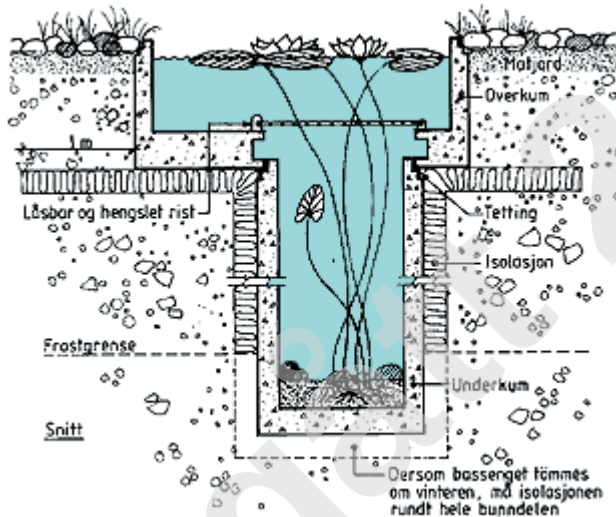

Fig. 557
- 557 **Vannliljedam av kumringer.** Vannliljer tar stor plass. De trenger minst 2 - 3 m² for å få plass til bladene, og dybden i dammen bør være 1-3 m. Det er ikke nødvendig å gjøre hele bassenget like dypt. Med en spesialsveiset duk eller et plasstøpt basseng kan man lage ulike dybder. Ved å bruke en lastfordelingsring som kan koples til betongringer med diameter 650 mm, kan man oppnå større dybde på utvalgte steder i bassenget, se fig. 557. Lastfordelingsringer leveres med diameter fra 1 m til 2 m. Når det gjelder sikkerhet, se pkt. 11.